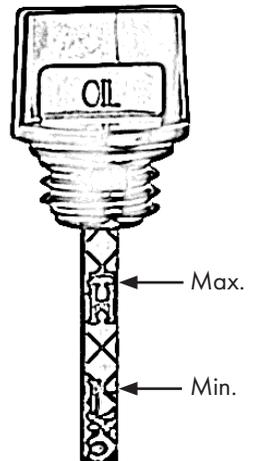

Figure 5
- Lisez le niveau d'huile, voir aussi la figure 5.